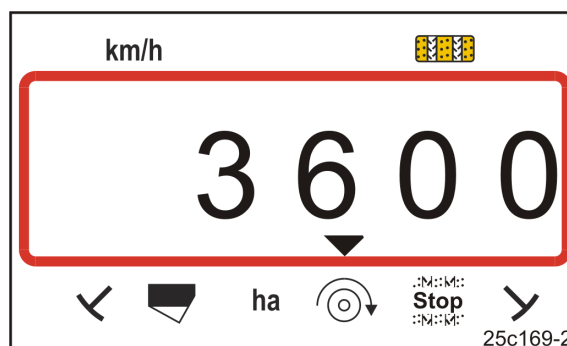

Fig. 17
- Visning (Fig. 17) aktuelt blæseromdrejningstal (fx 3600 [1/min.]).